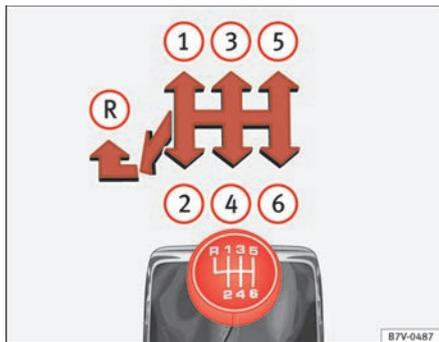

Abb. 138 Schaltschema des 6-Gang-Schaltgetriebes.
Auf dem Schalthebel sind die Positionen der einzelnen Fahrgänge dargestellt ⇒ Abb. 138.
- Schalthebel ganz nach links und dann nach vorn in die Rückwärtsgangposition schieben ⇒ Abb. 138 (R).